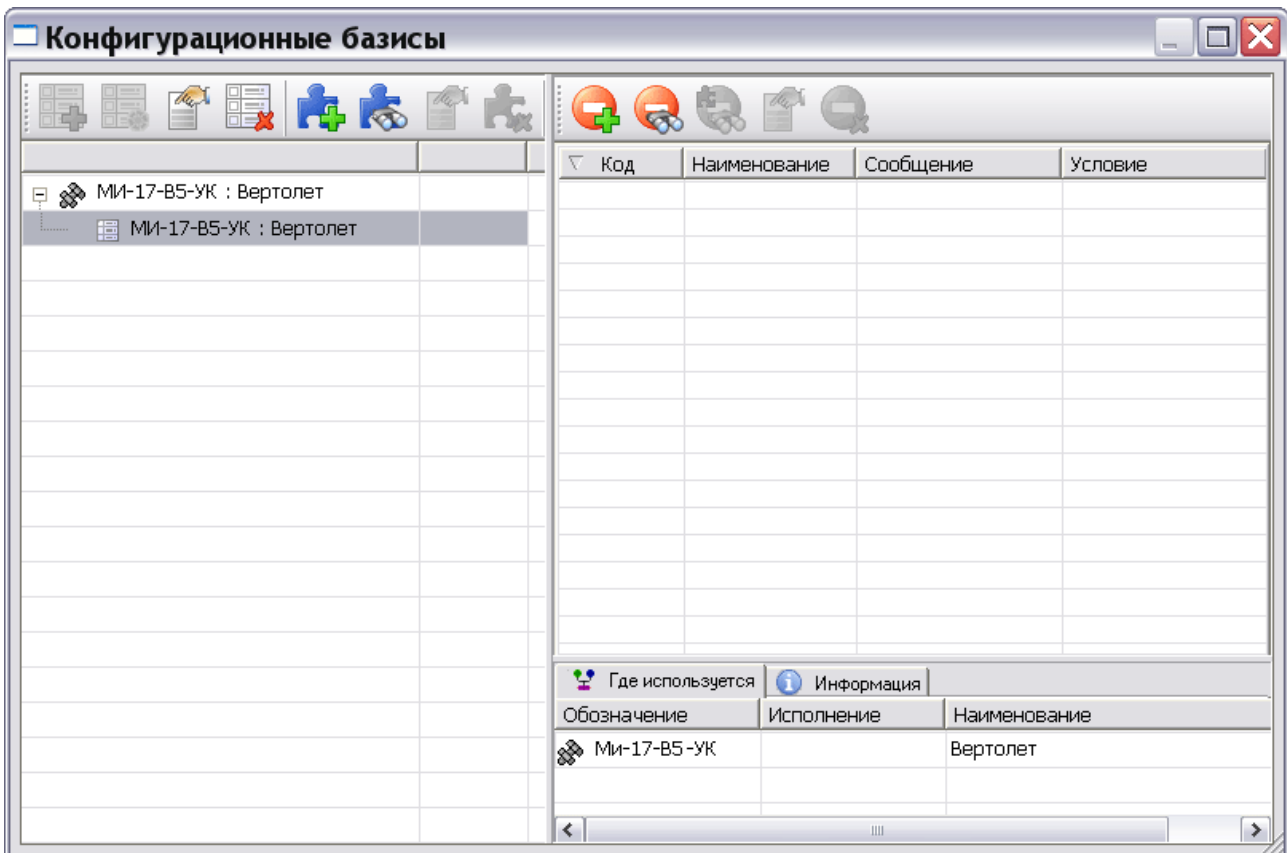

Рис. 31
3. Нажмите ОК. В левом окне редактора появятся код и наименование конфигурационного базиса «МИ-17-В5-УК : Вертолет» (Рис. 31).